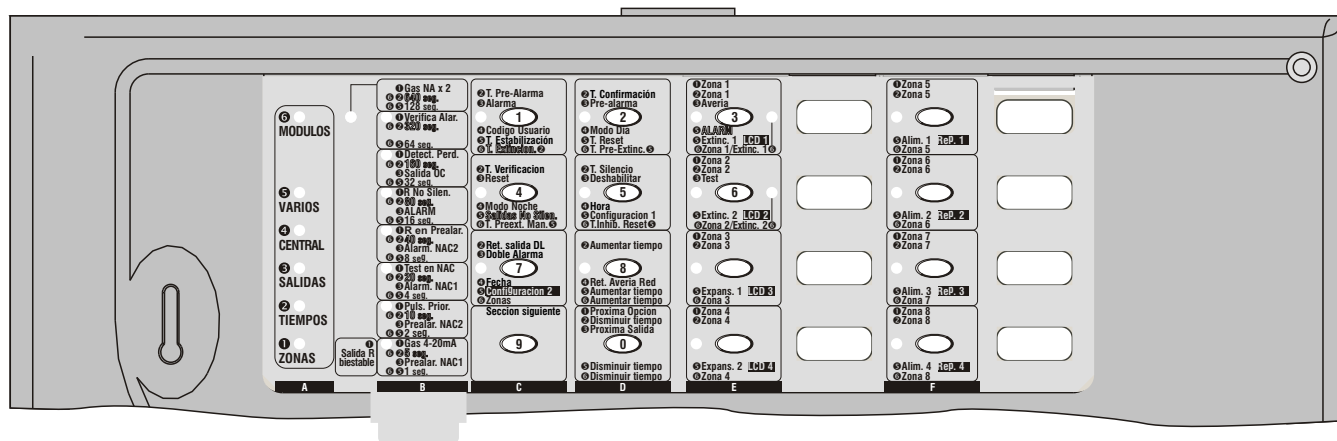

Figura 29 Usando la plantilla de Programación con la Central J408
4. Quite los agujeros (de los LEDs) e inserte las pestañas de la Plantilla de Programación en las ventanas de las etiquetas de Zona, como se muestra en la Figura 29.